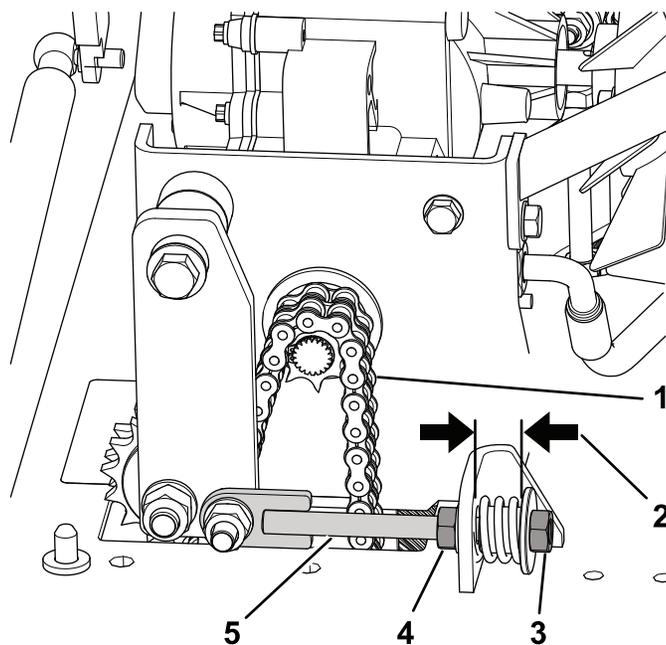

Рисунок 34
- Ослабьте зажимную гайку на натяжном штоке (Рисунок 34).
- Отпустите или подтяните натяжную гайку так, чтобы расстояние между проставкой и неподвижным кронштейном составляло 19 мм, см. Рисунок 34.